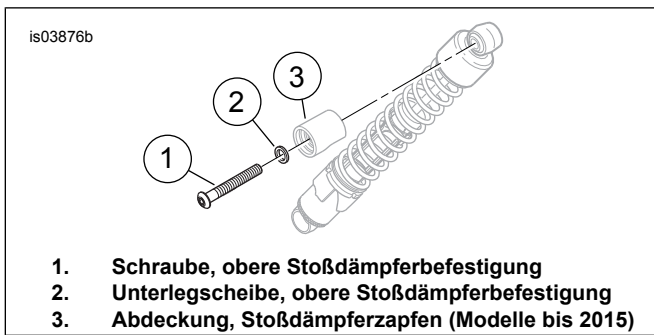

Abbildung 2. Obere Hinterradstoßdämpfer-Befestigung
2. Siehe Abbildung 2. Die 1/2-13-Schraube (1), die Unterlegscheibe (2) und die Stoßdämpferabdeckung (3) entfernen. Schraube und Abdeckung entsorgen und die Unterlegscheibe zum späteren Wiedereinbau beiseite legen.